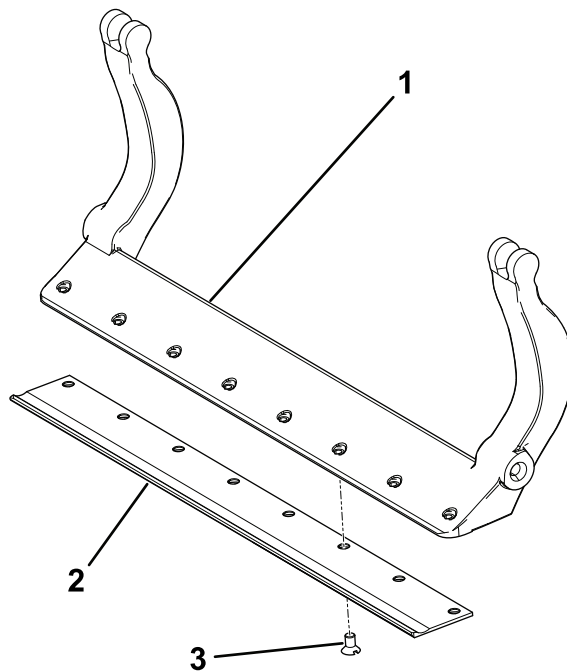

図 40
3. ベッドナイフ固定ボルトに固着防止パウンドを塗ってベッドナイフをベッドバーに固定する 図 40。
- A. 外側の 2 本のねじを 1 N・m 1.15 kg.m=10 in-lb にトルク締めする 図 40 を参照。
- B. ベッドナイフの中央から交互に左右に、各ねじを 23-28 N・m 2.3-2.9 1 kg.m = 200-250 in-lb にトルク締めする 図 40 を参照。